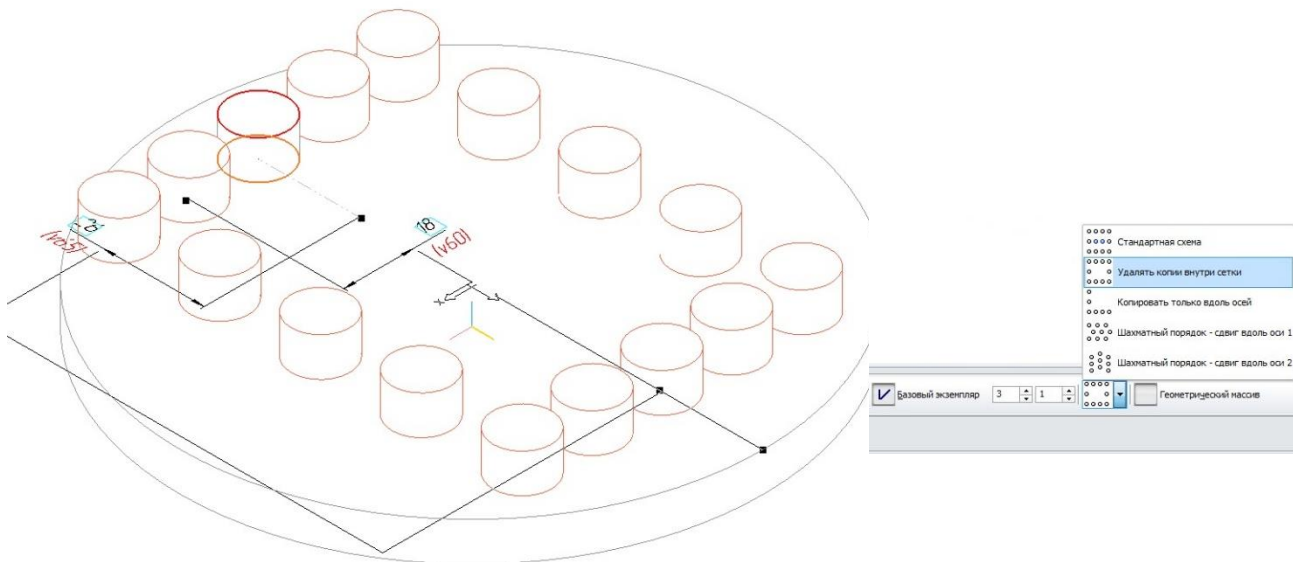

Рисунок 11 – Пример
- удалять копии внутри сетки (рисунок 11);